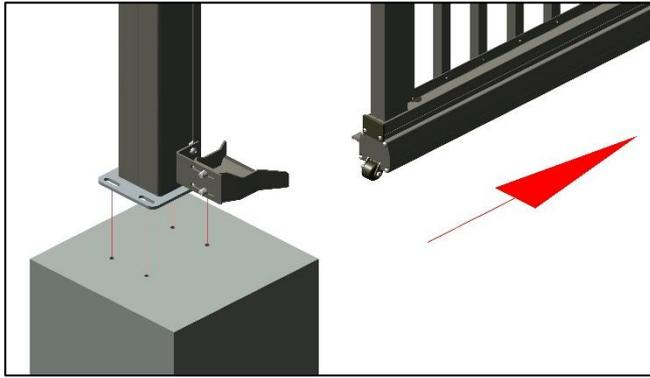

Abbildung 16: Bohrungen anbringen
3. Tor geringfügig öffnen, Einlaufpfosten entfernen und die Bohrungen mit einem 12-mm-Bohrer anbringen. Siehe *Abbildung 16: Bohrungen anbringen*.